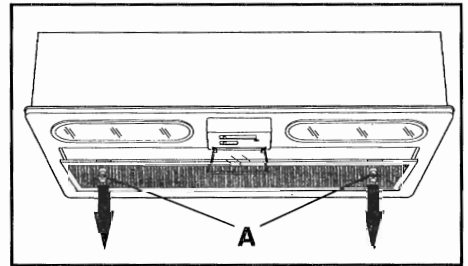

Fig. 2
- b) Enlevez le filtre métallique à graisse en tirant vers le bas les deux pommeaux **A** (fig. 2).
Pour enlever le filtre à graisse, tirez les deux pommeaux A vers le bas (fig. 2).